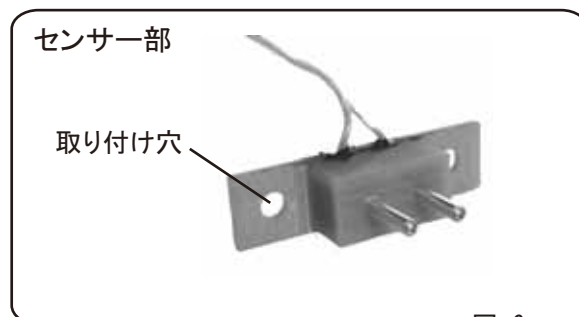

図 6
- 3 充填を確認する場所にセンサーを取り付け固定してください。センサーは同時に12か所まで設置できます。(図6)